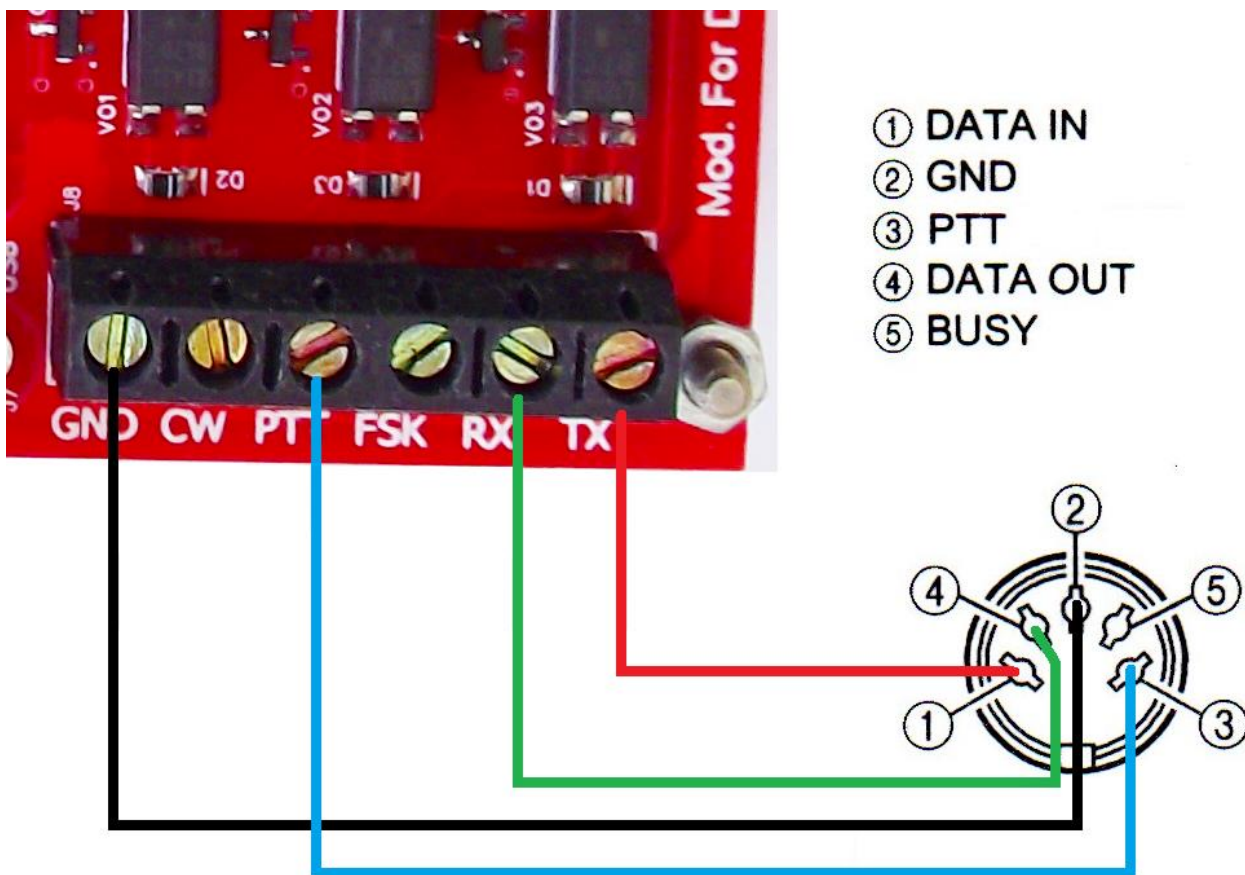
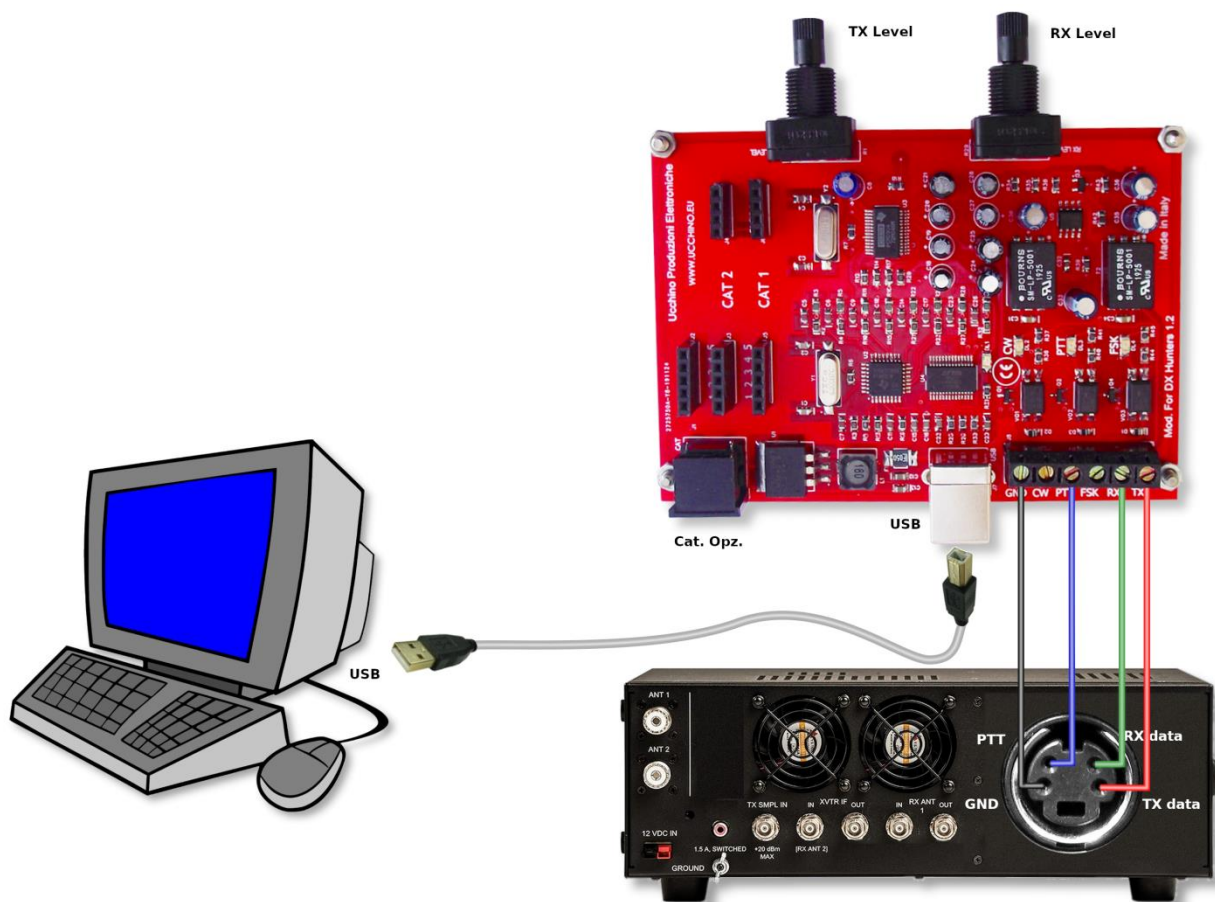

Figura 3
Figura 4
Per prima cosa, procureremo un cavo usb (preferibilmente schermato e di buona qualità) di tipo B da innestare da un lato alla porta USB del computer e dall'altro alla presa USB dell'interfaccia. Poi predisporremo tutto il necessario per effettuare le connessioni tra l'interfaccia e il ricetrasmittitore, ci serviranno: un pezzo di cavo schermato a 4 fili più calza (preferibilmente di lunghezza inferiore a un metro) e poi un connettore compatibile con la presa dati del transceiver. Dopo aver procurato il materiale necessario per effettuare il cablaggio, provvederemo ad effettuare le connessioni, esattamente come riportato nelle figure 3 e 4. Per operazioni in afsk, i pin da collegare sono 4: (1) Massa, (2) Ptt, (3) Rx Data e (4) Tx Data. Come si può vedere dalla figura 3, sia sul connettore dell'interfaccia che sulla pagina del manuale che riguarda la porta dati della radio, è presente la piedinatura con le medesime scritte. Quindi dovremo connettere i 2 pin Ptt (di interfaccia e porta dati), i due pin Gnd (di interfaccia e porta dati), i due Rx data e i due Tx data. La figura 3 non lascia spazio a dubbi. La figura 4 invece, indica come si effettua il cablaggio della scheda nel suo complesso, facendo riferimento sia alla connessione interfaccia – radio che a quella interfaccia – pc. Per ciò che concerne la connessione interfaccia – pc, l'unica operazione da compiere sarà quella di connettere il cavo usb (figura 4).
6. Preparare preventivamente il 2 cavi di connessione, come rappresentato in figura 4;